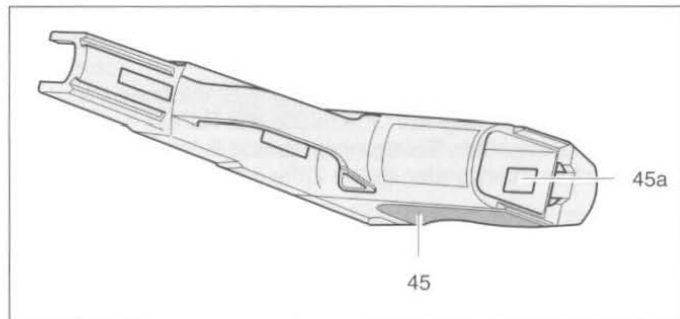

Abb. 13
9. Im Magazinschacht Arretiernase 45a drücken und Griffschale 45 wegziehen (Abb. 13).